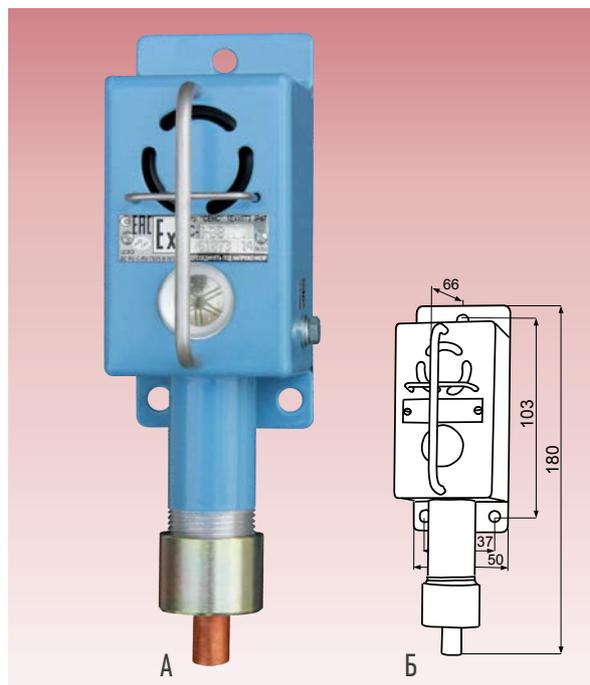

Рис. 1. Сигнализатор ВС-3: А - внешний вид, Б - габаритные и установочные размеры.
- 5) Наличие устройства крепления защитной оболочки кабеля - по умолчанию УКМ-10 (крепление металлорукава, диаметром 10мм) - показан на фотографии рис. 1. По заказу: «ВС-3-...-УКМ-12 (крепление металлорукава, диаметром 12 мм); «ВС-3-...-УКБК-15» (крепление бронированного кабеля, диаметром по броне до 15 мм); «ВС-3-...-УК-16» (крепление металлорукава, бронированного кабеля, наружным диаметром до 16 мм).